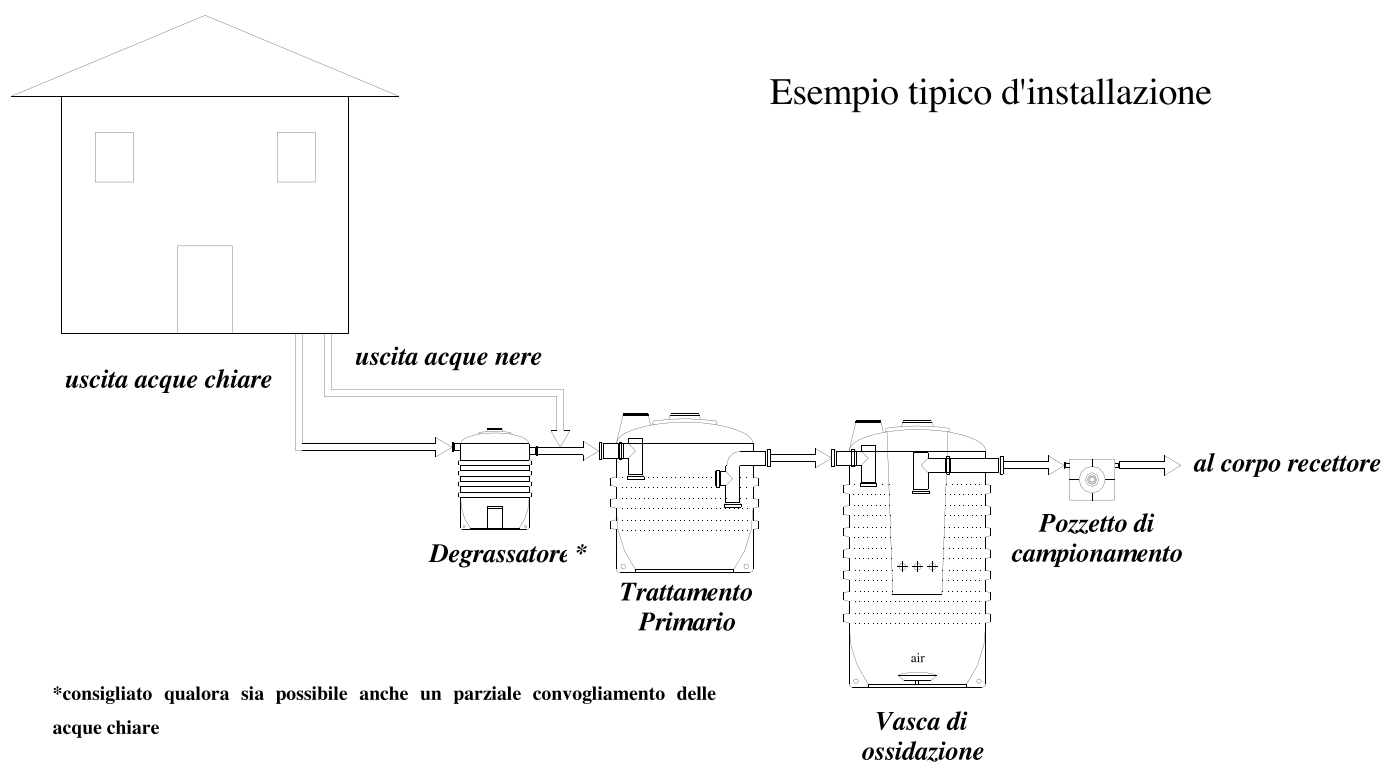

Fig.1 – Esempio tipico d'installazione
- Installare la/e fossa/e come indicato dallo schema d'installazione allegato (Fig.1) seguendo le modalità di interro scaricabili anche alla pagina <https://www.zeta-plast.com/download/modalita-di-interro>